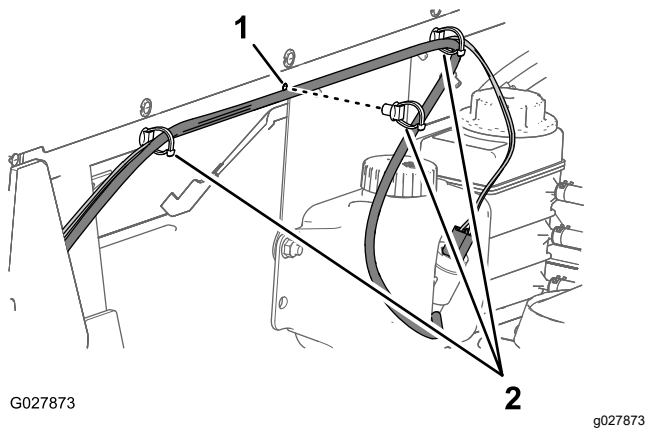

Figure 32
7. Au dos de la cabine, insérez les 3 fixations enfichables dans les 3 trous du panneau arrière de la cabine (Figure 32).